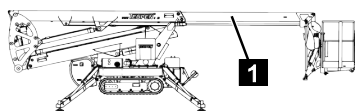

Fig. 178
2. Sortir le vérin du bras supérieur (Fig.178/1) à l'aide du mode d'entretien (↪ Chapitre 7.16 „Mode d'entretien”, page 128).